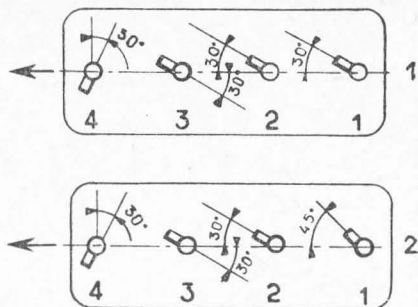

Fig. 6. — Vue des tubes protecteurs de bougies
Sur les 404 antérieures, il est recommandé d'orienter le tube n° 1 suivant un angle de 45° (2) (fig. 6).